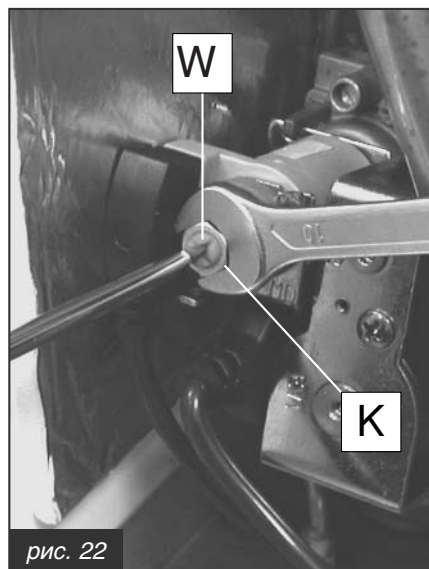

рис. 22
- вращая гайку **К** (внешнюю) **ПО ЧАСОВОЙ СТРЕЛКЕ**, давление на форсунке увеличивается; вращая ее **ПРОТИВ ЧАСОВОЙ СТРЕЛКИ**, давление на форсунке уменьшается (рис. 22);